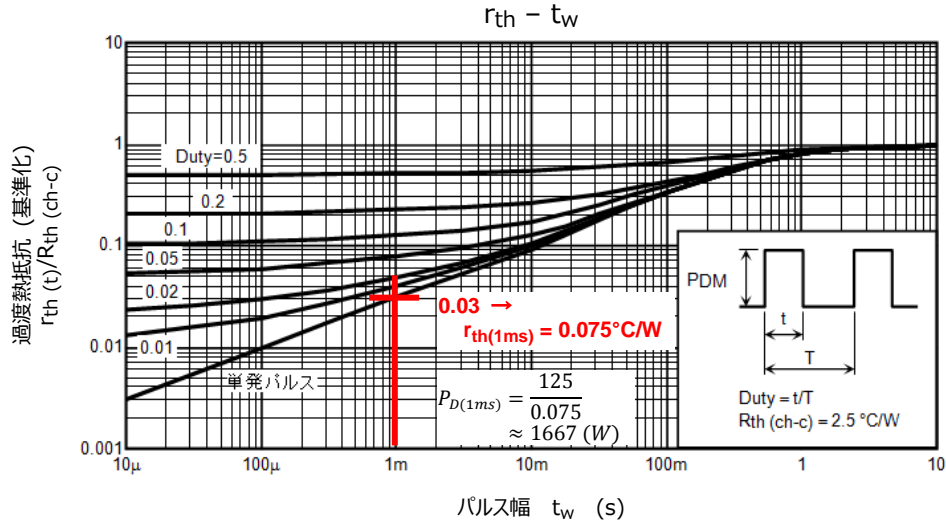

図 3.3 過渡熱インピーダンス特性
$t_w = 1\text{ms}$ での許容損失 $P_D(1\text{ms})$ は図 3.3 の過渡熱インピーダンス特性から約 1667W と算出できます。この値を用いて、 $T_c = 100\text{°C}$ 時における熱制限領域(④'~⑤')と S/B 領域(⑤'~⑥')のデレーティングラインを通る各ポイントは $T_c = 25\text{°C}$ (直流動作)と同様に求めると下記のようになります。